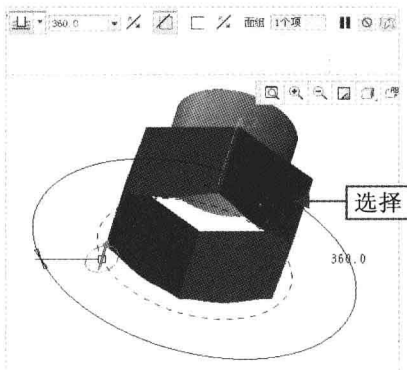

图 10-38 选择合适的曲面
Step 03 单击“移除材料”按钮，在绘图区选择合适的曲面，如图 10-38 所示。